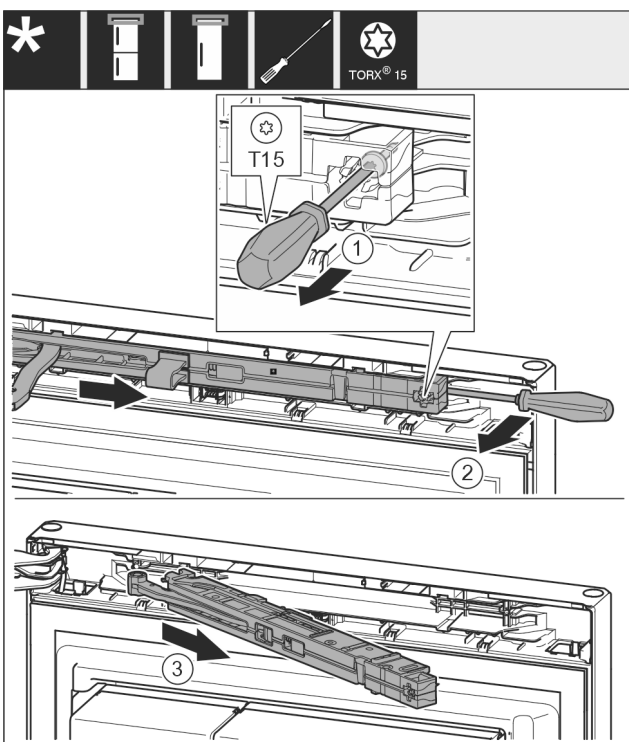

Fig. 14
- ▶ Schraube Fig. 14 (1) an Schließdämpfereinheit mit Schraubendreher 14 mm lösen.
- ▶ Schließdämpfereinheit Fig. 14 (2) griffseitig mit Schraubendreher nach vorne aushebeln.
- ▶ Schließdämpfereinheit Fig. 14 (3) herausziehen.